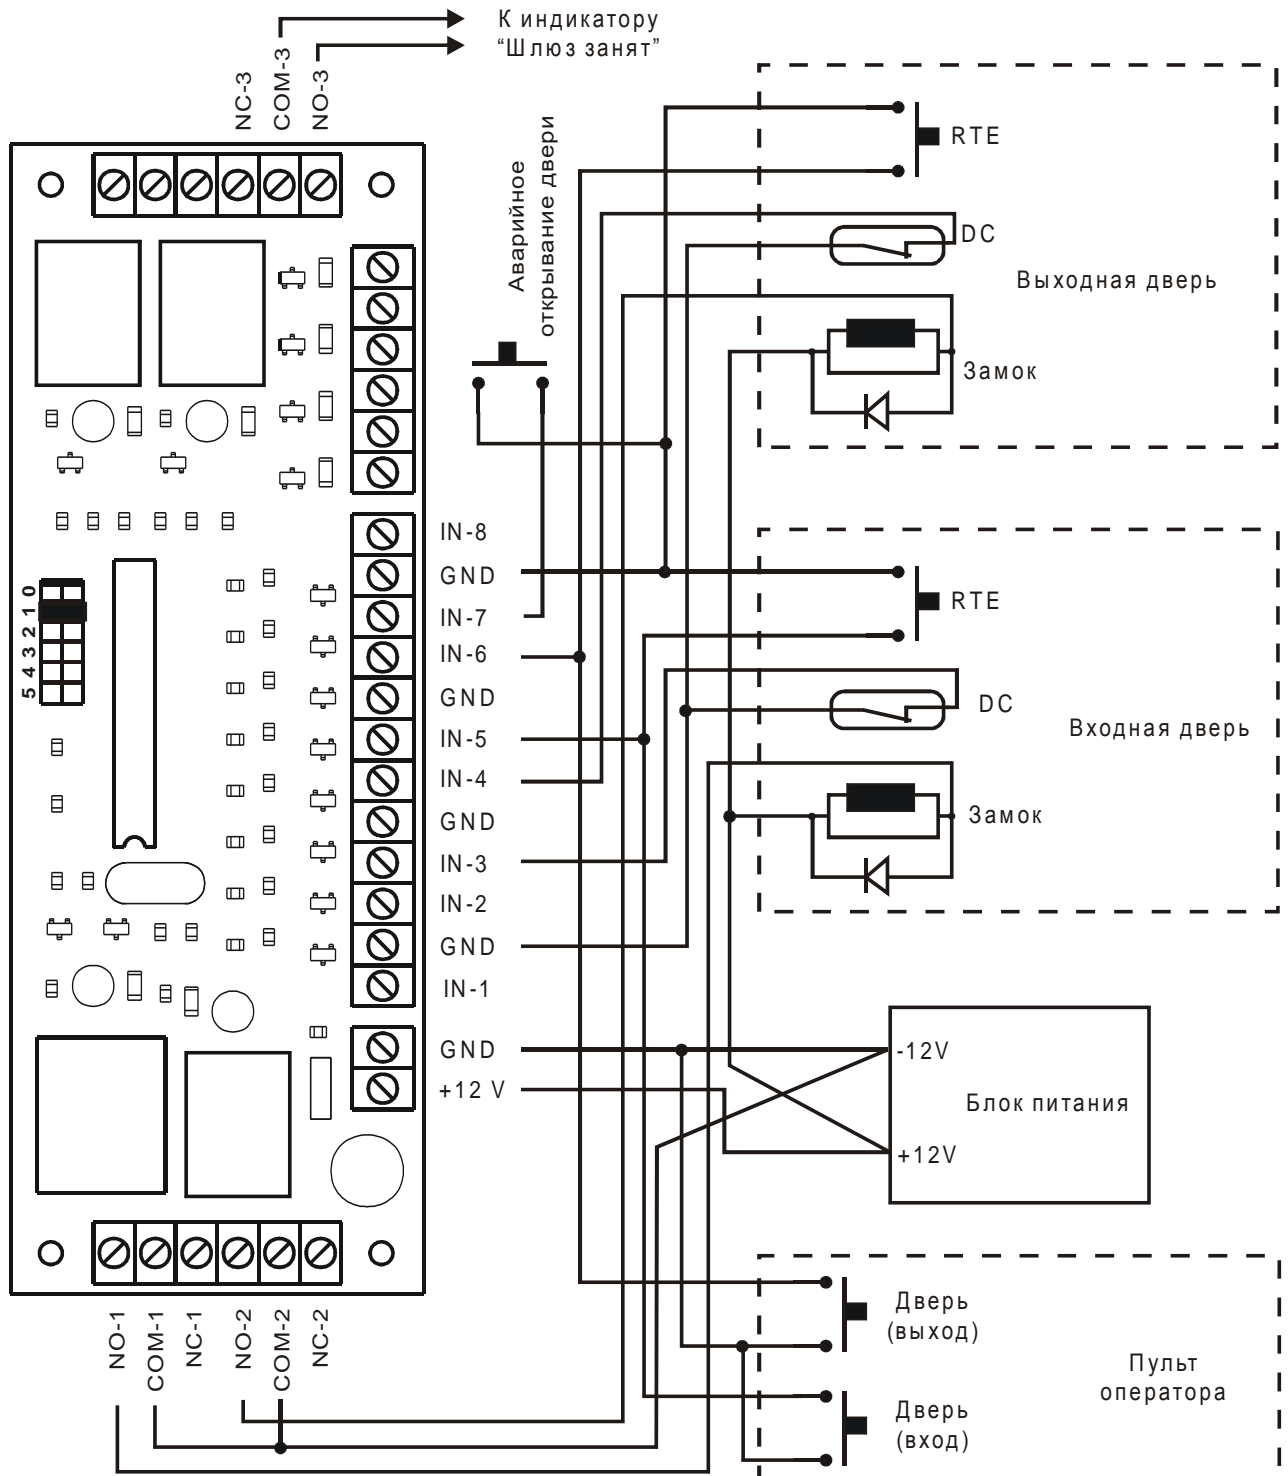

Рисунок 3. Схема шлюза в автономном режиме
1. Обмотки электрозамков должны быть зашунтированы обратно включенными диодами либо варисторами (см. рис. 3). При этом варистор следует размещать как можно ближе к замку;